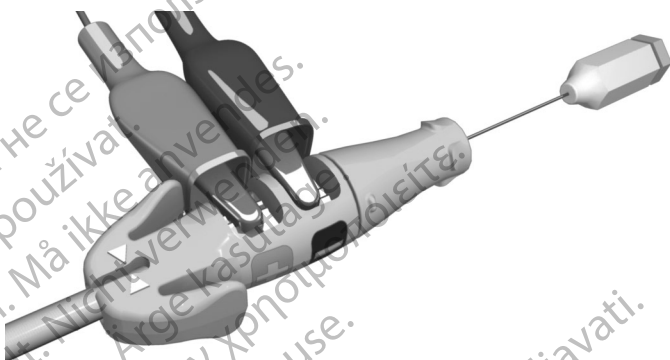

Figure 8. Pinces du PSA fixées sur l'outil de connexion
- Fixer les pinces crocodile du câble du PSA sur le contact à lame de la cathode (-) et sur le contact à lame de l'anode (+) de l'outil de connexion. L'utilisation de l'outil de connexion permet de protéger la broche terminale en évitant qu'elle soit endommagée par les pinces crocodile et d'éviter l'établissement d'un pont entre les contacts de la broche. Veiller à ce que les pinces crocodile soient entièrement accrochées sur les contacts à lame de la cathode et de l'anode afin d'éviter l'obtention de mesures initiales imprécises (Figure 8 Pinces du PSA fixées sur l'outil de connexion en page 23).